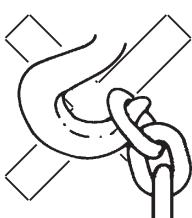
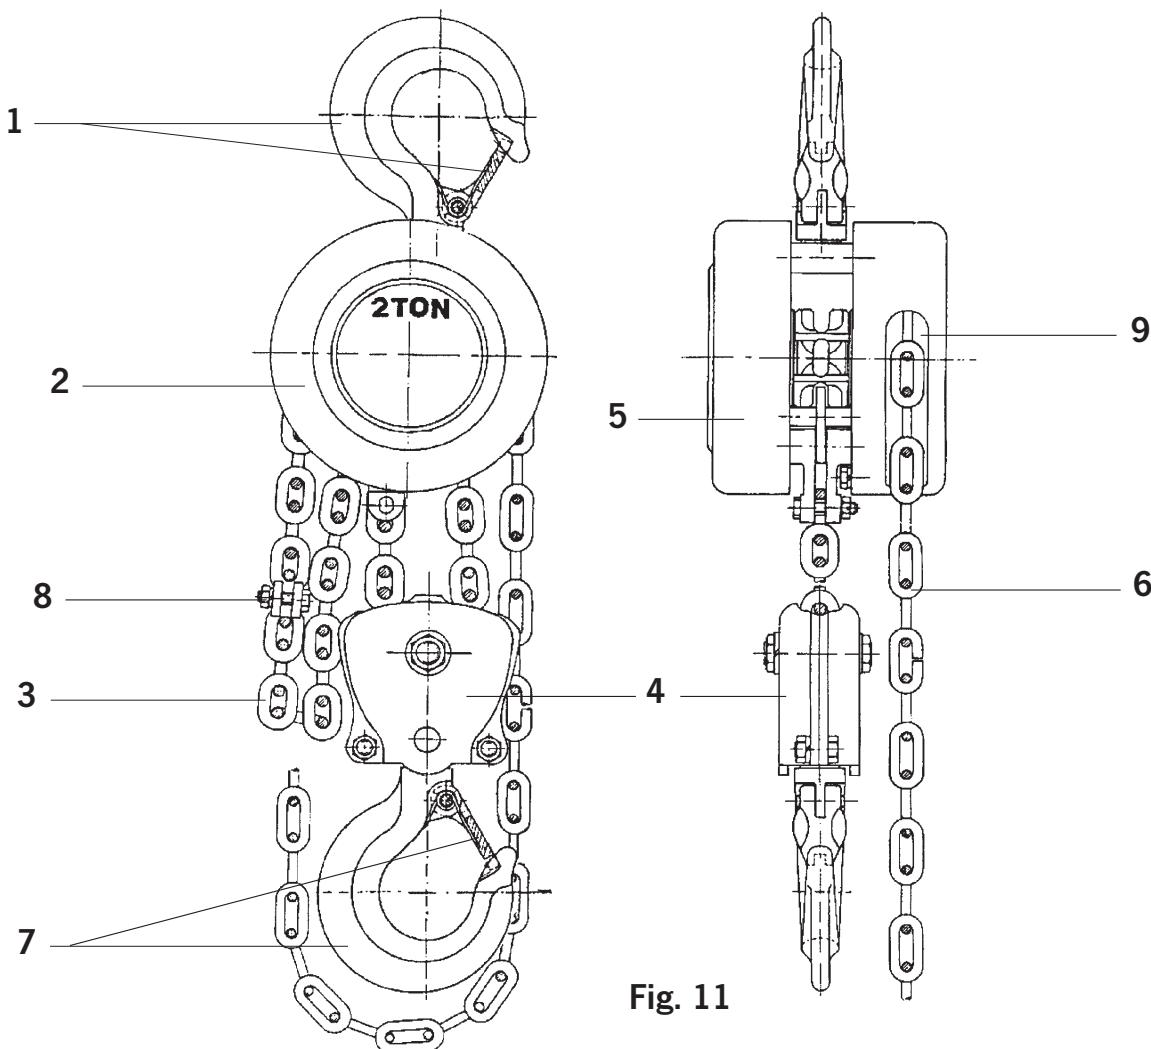

Fig. 8
Fig. 11
De last moet altijd in het midden van de haak gehangen worden, hakenspits niet beladen (Fig 8).
- Non attaccare mai il carico alla punta del gancio. Questo vale anche per il gancio di sospensione (Fig. 8);
- Non utilizzare i ferma catena come normali fine corsa (Fig. 11);
Il ferma catena deve essere collegato all'estremità libera della catena (Fig. 11).
Tirate la catena di manovra (Fig. 11) in direzione oraria per sollevare il carico. Il carico deve essere ben vincolato e opportunamente agganciato. Non bisogna mai attaccare il carico al becco del gancio (Fig. 8). La stessa cosa vale anche per il gancio di sospensione.
Tirate la catena di manovra (Fig. 11) in direzione antioraria per abbassare il carico.